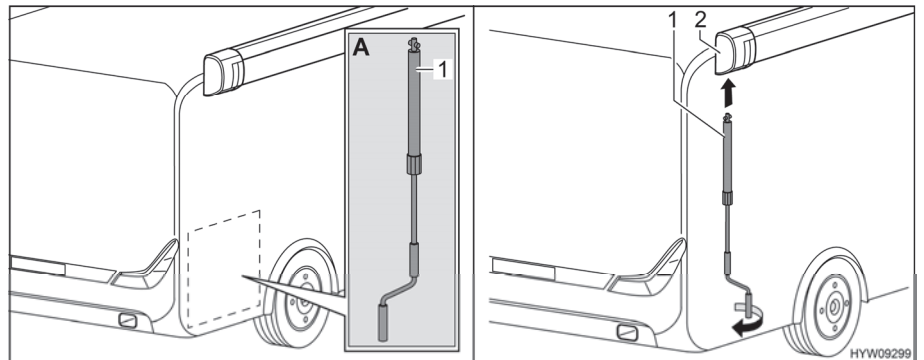

Bild 49 Montera veven
- Ta ut veven (Bild 49,1) ur det bakre förvaringsutrymmet (Bild 49,A).
- Sätt veven i markisens bajonettfassning (Bild 49,2).